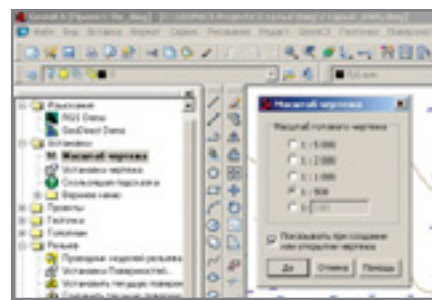

Рис. 21
3. Задаем масштаб готового чертежа, выбрав команду в разделе *Установки* Панели навигатора (рис. 21).